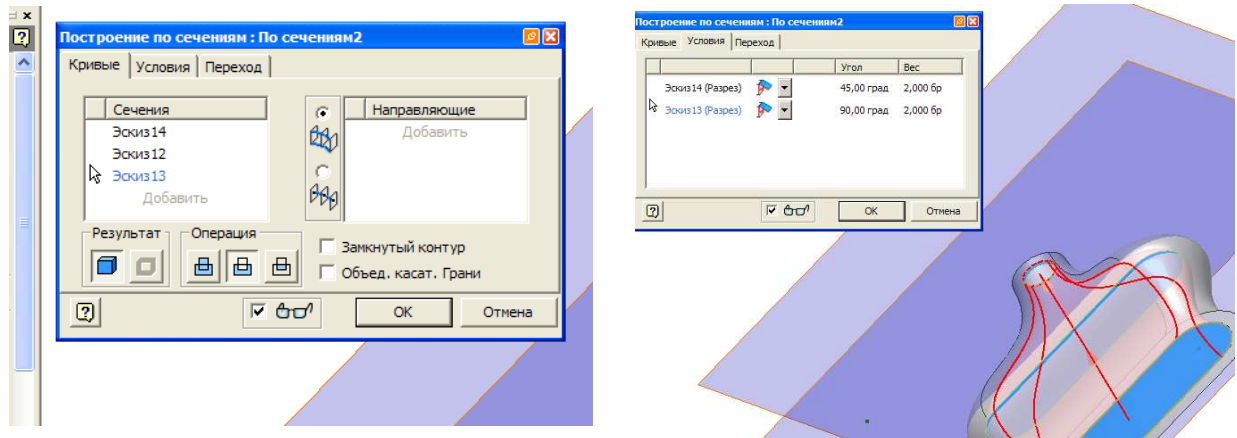

Рис. 194
- 2) Примените команду **по сечениям** к полученным эскизам, но с операцией **Вычитание**  (рис. 194) На закладке **условия** задайте такие же параметры, как при создании предыдущей детали (рис. 194).